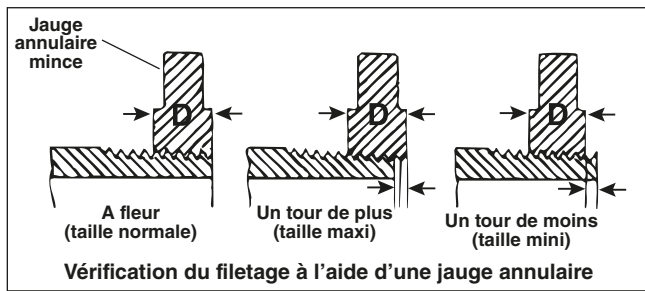

Figure 16 – Vérification du diamètre de filetage
3. Mesurez le diamètre du filetage. La méthode préférée consiste à utiliser une jauge annulaire. Il existe plusieurs types de jauge annulaire dont l'utilisation risque de différer de celle indiquée à la *Figure 16*.